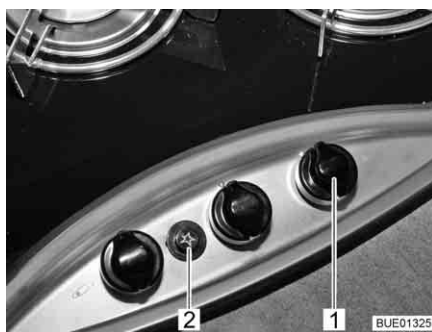

Bild 180 Reglage, knappar för gasspis
- Vrid vridregulatorn (Bild 180,1) till önskad låga till tändningsläge (stor låga).
- Tryck på tändknappen (Bild 180,2). Nu bildas tändgnistor vid brännaren.